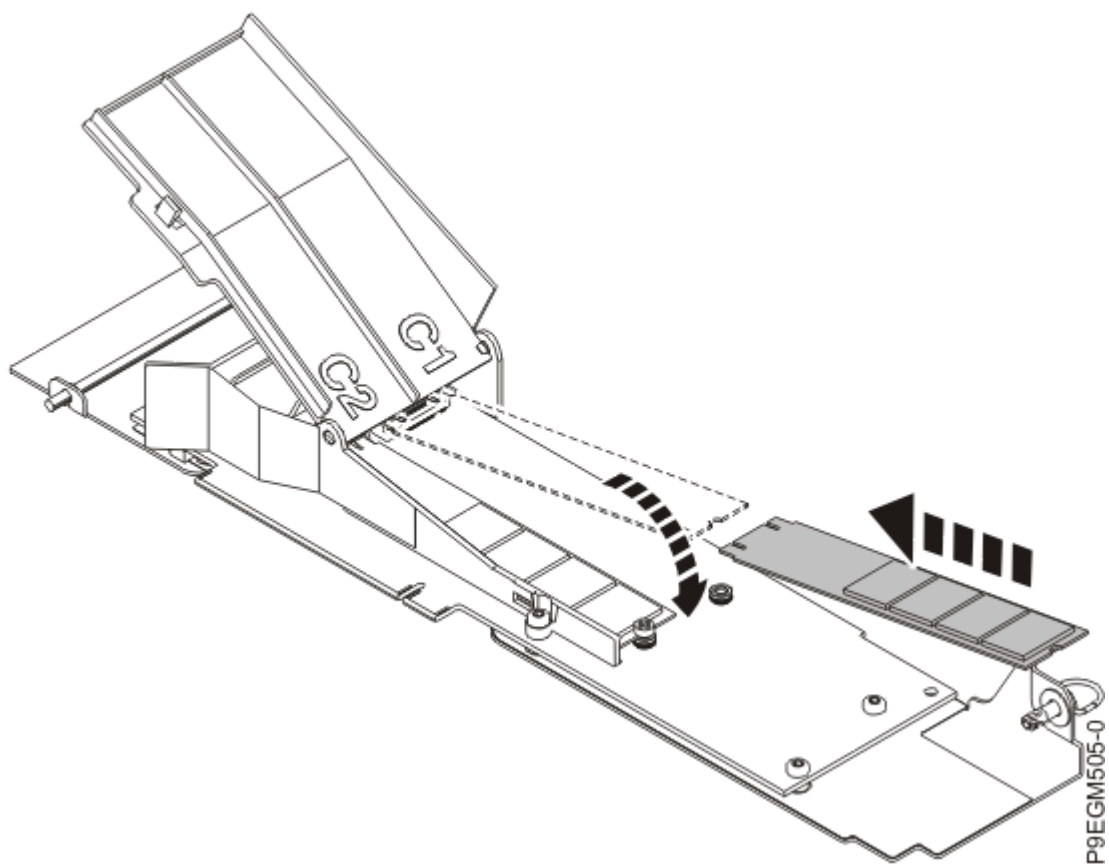

Figura 20. Instalar um módulo flash NVMe M.2
2. Faça deslizar um dos novos módulos flash NVMe M.2 no encaixe da placa portadora NVMe M.2. Consulte Figura 20 na página 26.